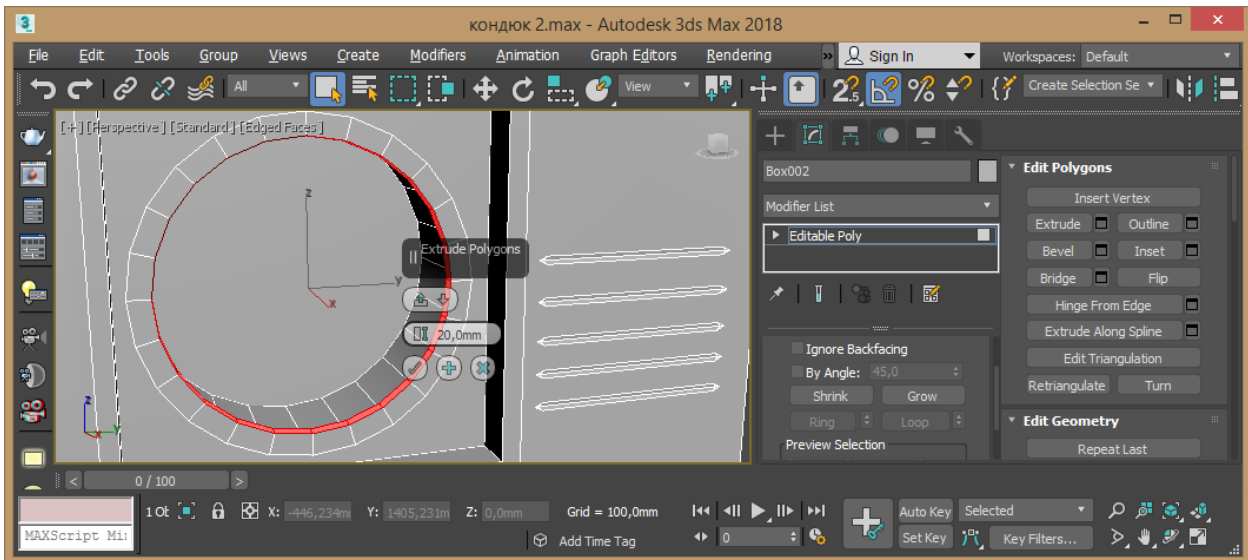

Рис. 3.9 – Редагування граней
9. Перейдіть в режим редагування граней Polygon, виділіть усі отримані грані та застосуйте команду Extrude у режимі Local Normal із параметром 20 мм (рис.3.9, 3.10).